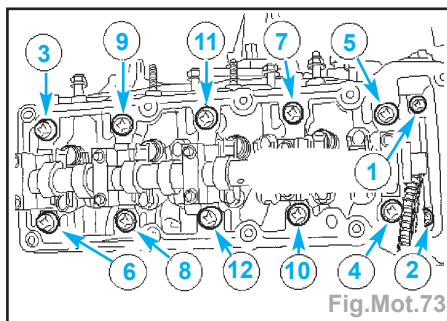

Fig.Mot.73
- Desserrer les vis de culasse dans l'ordre indiqué (Fig.Mot.73).